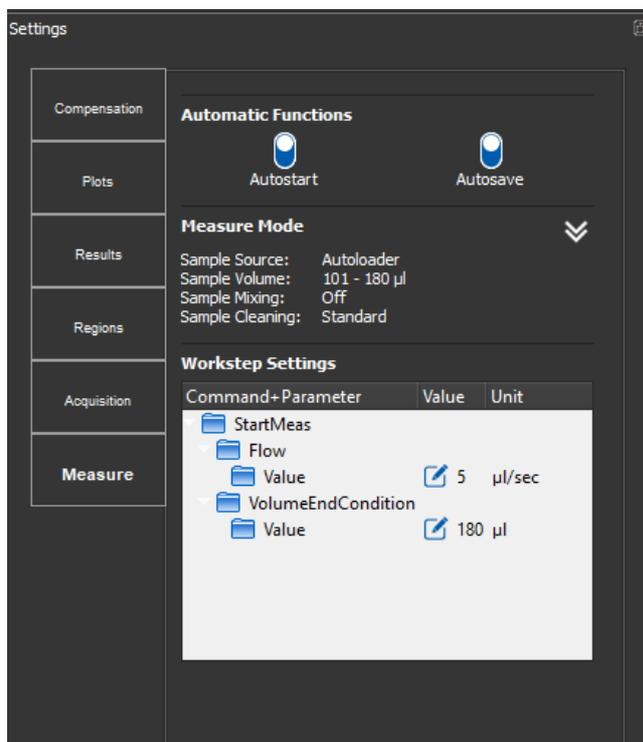

Abbildung 30. Einstellungen zum Ausführen des SAFIA Reinigungsprogramms (Cleaning-MTP)
5. Überprüfen Sie, ob folgende Einstellungen unter *Einstellungen*  *Measure* eingestellt sind (s. Abbildung 30).